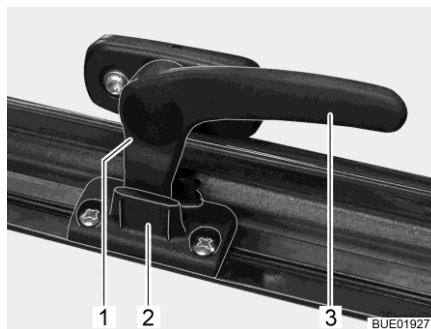

Bild 16 Verriegelungshebel in Stellung "Dauerbelüftung"
- in Stellung "Dauerbelüftung" (Bild 16)
- Den Verriegelungshebel (Bild 16,3) eine viertel Umdrehung zur Fenstermitte hin drehen.
- Den Verriegelungshebel eine viertel Umdrehung zum Fensterrahmen hin drehen. Die Verriegelungsnase (Bild 16,1) dabei in die Aussparung der Fensterverriegelung (Bild 16,2) einfahren.